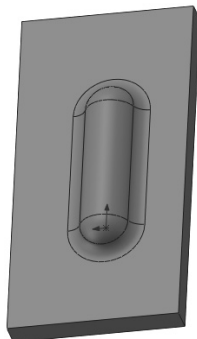
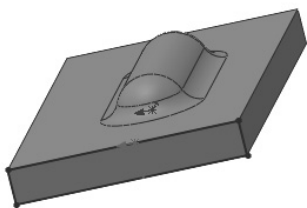

图 10-136 生成圆角特征
图 10-137 转换实体引用
所示, 然后单击✓(确定)按钮, 结果如图 10-136 所示。
6) 单击图 10-136 所示矩形实体的一个侧面, 然后单击“草图”操控板中的 $\square$ (草图绘制)按钮, 单击“草图”控制面板中的 $\square$ (转换实体引用)按钮, 生成矩形草图, 如图 10-137 所示。